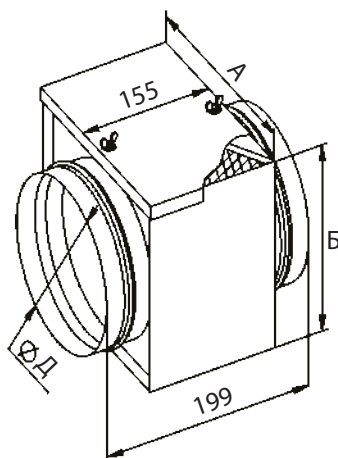

Рисунок 20. Конструкция кассетного фильтра
| 1.2   | Проверка надежности контактов проводов на ТЭНах (1 на рис. 20) и заземления установки (6), а также проверка надежности зажима кабелей питания и управления в кабельных вводах (7 и 8)   | x     | x | x | x | x | x | x | x | x | x  | x  | x  |
| 2.3   | Проверка работоспособности датчиков: датчик температуры корпуса (2 на рис. 20) должен подавать сигнал отключения питания при нагреве корпуса свыше 80 °С (при этом датчик температуры воздуха (3) необходимо закоротить); датчик температуры воздуха проверяется на срабатывание при температуре воздуха более 80 °С (температура срабатывания выставляется стрелкой на корпусе датчика) и закороченном датчике температуры корпуса (2) |       |   | x |   |   | x |   |   | x |    |    | x  |